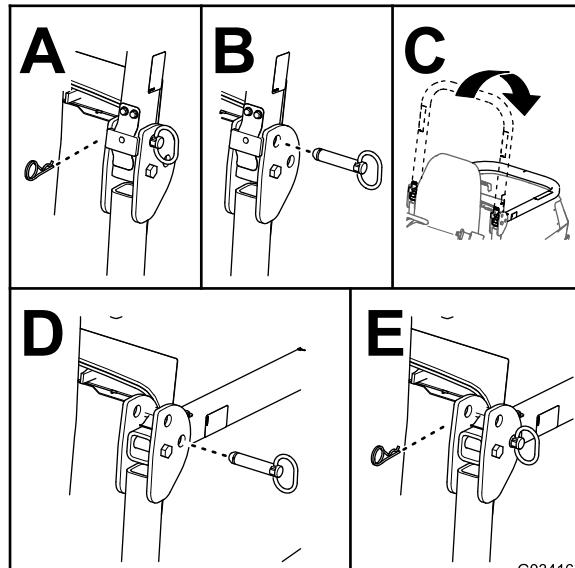

Figure 29
2. Retirez les goupilles fendues et les axes de l'arceau de sécurité (Figure 29).
3. Abaissez l'arceau de sécurité et fixez-le en position avec les axes et les goupilles fendues (Figure 29).